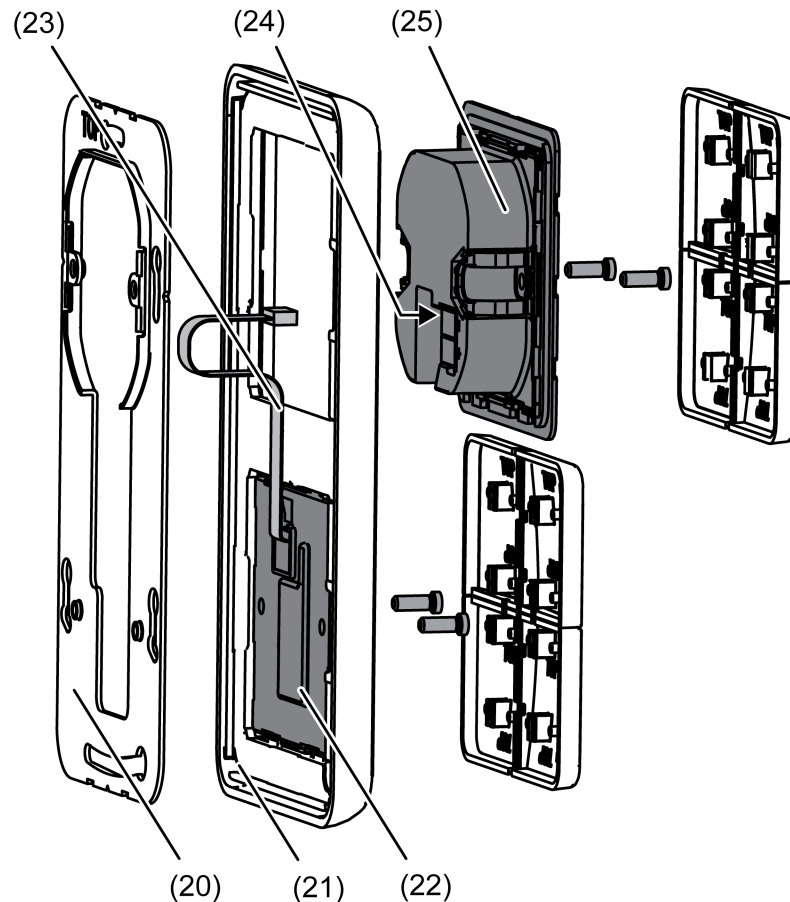

Bild 6: Montage des Tastsensor-Erweiterungsmoduls
An ein Tastsensor-Grundmodul kann jeweils ein Tastsensor-Erweiterungsmodul angeschlossen werden. Bei der Montage eines Tastsensor-Erweiterungsmoduls muss der große Tragrahmen (20) montiert werden (Bild 6). Der große Tragrahmen befindet sich im Lieferumfang des Tastsensor-Erweiterungsmoduls.
Die Montagelage beider Geräte ist bevorzugt senkrecht mit oben montiertem Tastsensor-Grundmodul (Bild 6).